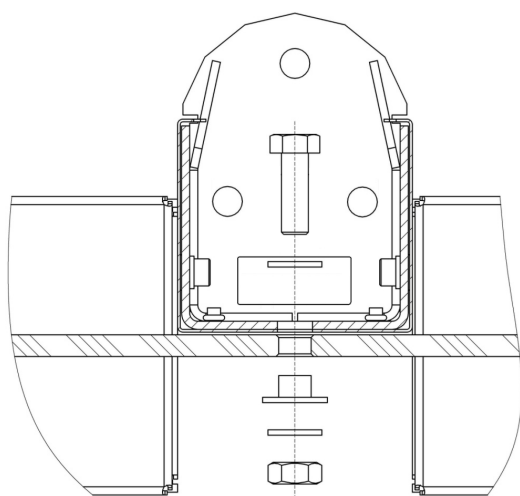

Рисунок 31. Крепление стекла заполнения в центральной стойке **PERCo-ST-01**
1. Снимите верхнюю крышку секции (10) (см. разд. 8.9.6) и две защитные пластины.
2. Снимите блок индикации на центральной стойке (3) (см. разд. 8.9.5).
3. Снимите кожух створки (4) (см. разд. 8.9.4).
4. Снимите кожух центральной стойки (5) (см. разд. 8.9.1).
5. Снимите обе крышки нижнего короба (14) (см. разд. 8.9.7).
6. Для секции **PERCo-ST-01**: Снимите заднюю панель центральной стойки (6). Для этого открутите 2 винта M6×16 (под шестигранный ключ SW5) в нижних коробах, один винт M6×16 (под шестигранный ключ SW5) в нижней части центральной стойки и два винта M5×12 (под шестигранный ключ SW4) в верхнем коробе (см. рис. 31).